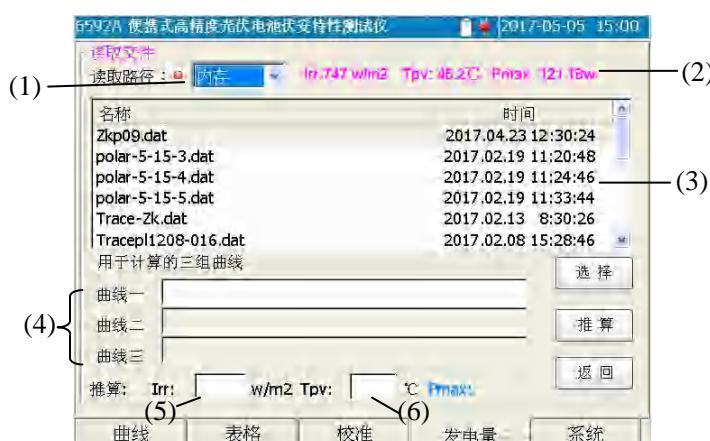
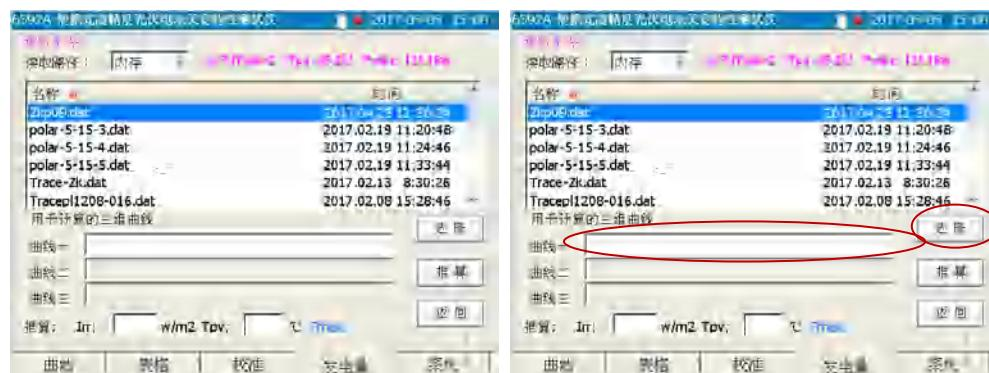
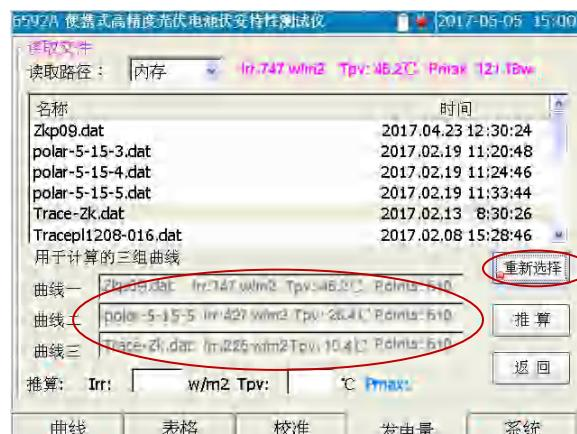

图 5-22 推算页面示意图
图 5-23 选择曲线示意图
图 5-24 选择好三幅曲线后的页面示意图
可选择同一组件在不同的辐照度和温度环境下的测试数据, 从而推算出这一组件在其它辐照度和温度环境下的最大功率值。点击【推算】按钮后, 将出现推算窗口, 如图 5-22 所示。
- (2): 此处显示文件列表中光标条选中的文件中保存的环境参数和最大功率值。
- (3): 选中的读取路径下存储的.dat 文件列表。
- (4): 选择的用于推算最大功率值的三组曲线名称。
- (5): 想要推算指定环境条件下的最大功率值时设定的辐照度数值。
- (6): 想要推算指定环境条件下的最大功率值时设定的组件温度数值。
- a) 【选择】: 用于选择推算用的三副曲线。如图 5-22 所示, 从曲线一开始依次选取三幅曲线。利用 \blacktriangleleft 或 \triangleright 键将操作焦点移至文件列表, 同时窗口右上角将显示文件列表中光标条选中的文件中保存的环境参数和最大功率值。此时点击【选择】按钮, 则将选择当前光标条选中的文件为曲线一, 同时曲线一的名称编辑框变灰, 曲线二的名称编辑框有效, 此时可选择曲线二。如图 5-23 所示。如此可选择三幅用于推算的曲线文件。如图 5-24 所示。